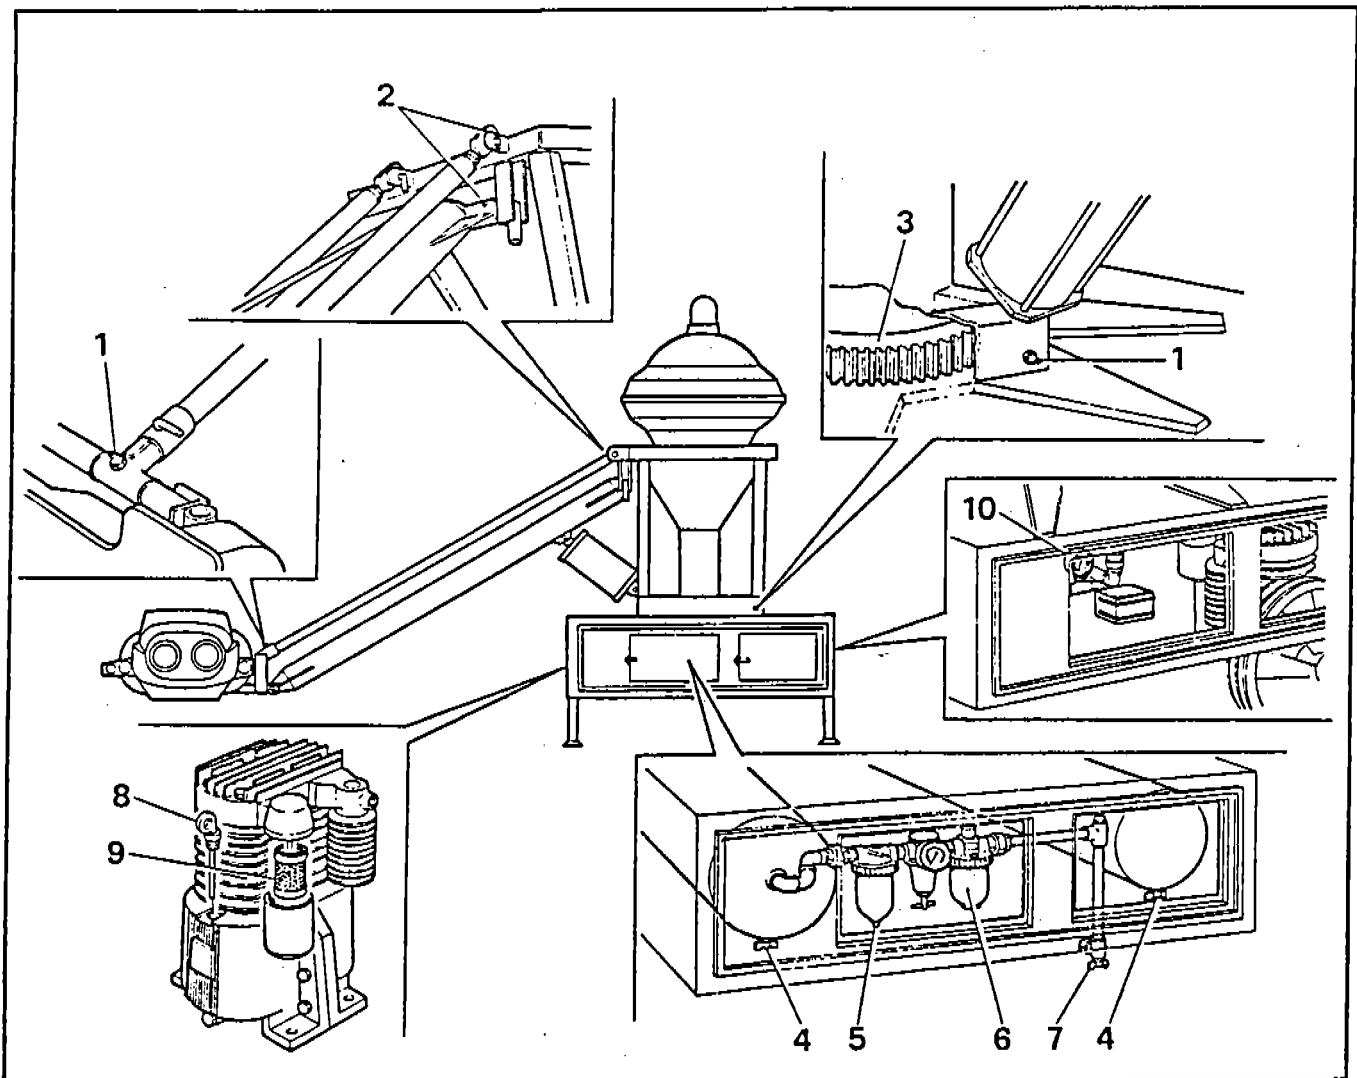

Fig. 4
- b) Grease points (1 - Fig. 4) and oil points 2/3 Fig. 4.
- c) Close drain faucets (4 Fig. 4) located beneath each tank and tap (7 Fig. 4) located on the air piping.
- b) Ingrassare i punti (1 - Fig. 4) ed oliare i punti 2/3 Fig. 4.
- c) Chiudere i rubinetti (4 Fig. 4) di scarico condensa, posizionati sotto ciascun serbatoio, e il rubinetto (7 Fig. 4) posizionato sul circuito di distribuzione aria.
- d) Check the oil level by dipstick (8 Fig. 4) and follow the directions in Maintenance section, chapt. «Compressor - Lubrication».
- e) Check the oil level in the oiler (6 Fig. 4). Also verify that two drops of oil fall into the circuit every time the cars are simultaneously lifted at (90 Lbs/Sq. In.) pressure. If necessary adjust the oiler as per Maintenance Section, chapt. «Oiler adjustment».
- f) Check the air filter (9 Fig. 4) according to directions in Maintenance Section chapt. «Suction filter and faucet».
- g) Wait until that pressure gauge (10 Fig. 4) shows at least (90 lbs/Sq. In.) pressure.
- c) Drain condensate off, tightening the screw on the bottom of the drain filter assembly (5 Fig. 4).
- d) Controllare il livello olio compressore con l'apposita astina (8 Fig. 4) seguendo le istruzioni descritte nella Sezione Manutenzione capitolo «Lubrificazione compressore»
- e) Controllare il livello olio nell'oliatore (6 Fig. 4). Controllare inoltre che nel circuito aria cadano due gocce d'olio ogni volta che tutti i soggetti vengono alzati contemporaneamente, alla pressione di 6 atm. Se necessario, procedere alla regolazione dell'oliatore come descritto alla Sezione Manutenzione capitolo «Regolazione del lubrificatore».
- f) Controllare il filtro aria (9 Fig. 4) seguendo le istruzioni descritte nella sezione Manutenzione capitolo compressore «Filtro di aspirazione e scarico condensa».
- g) Attendere che il manometro (10 Fig. 4) segni una pressione di almeno 6 Atm.
- c) Scaricare la condensa avvitando la vite che si trova in fondo alla tazza del gruppo filtro scarico condensa (5 Fig. 4).
- a) Dirty air-intake filter: clean the inside filter (9 Fig. 4) carefully after having taken off the clamping nut.
- a) Filtro aspirazione aria sporco: pulire con cura il filtro interno (9 Fig. 4) dopo aver rimosso il dado di arresto.